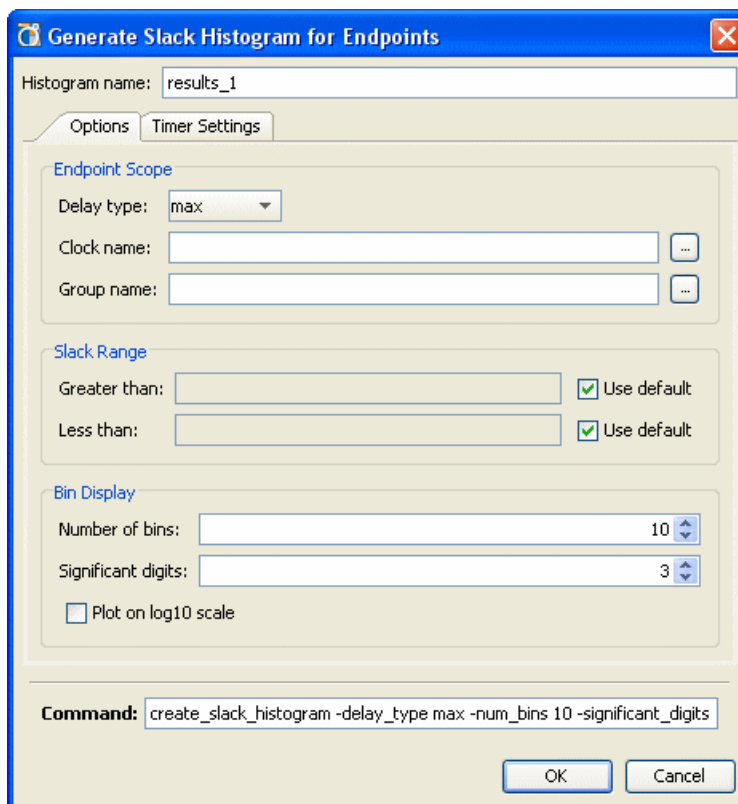

図 7-21 : [Generate Slack Histogram for Endpoints] ダイアログ ボックス : [Options] タブ
2. 235 ページの図 7-21 に示す [Generate Slack Histogram] ダイアログ ボックスが表示されます。このダイアログ ボックスで、スラック ヒストグラムをカスタマイズできます。このダイアログ ボックスには、次のようなオプションがあります。
スラック ヒストグラムを生成する際に使用されるオプションは、[Generate Slack Histogram] ダイアログ ボックスの [Options] タブで指定できます。図 7-21 に、[Options] タブを示します。